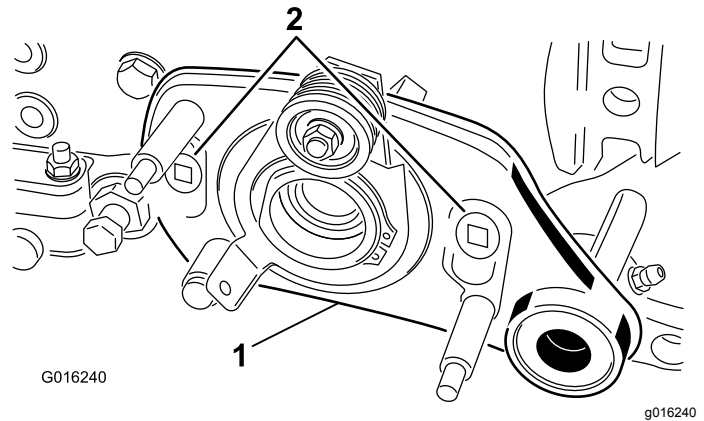

Figura 10
7. Posicione o conjunto da placa de transmissão do rastelo na estrutura da unidade de corte e prenda-o com dois parafusos com olhal (Figura 10). Confirme que a placa roda livremente.